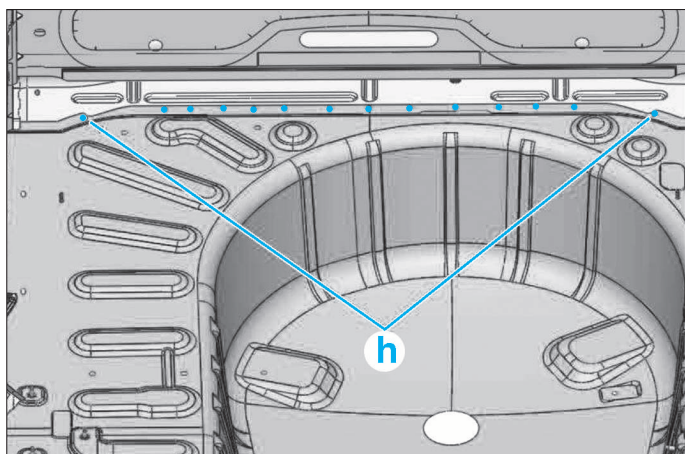

FIG. 108
- Fraiser les 14 points (h) (Fig.108).
- (h) par bouchonnage au Mig (Fig.108).